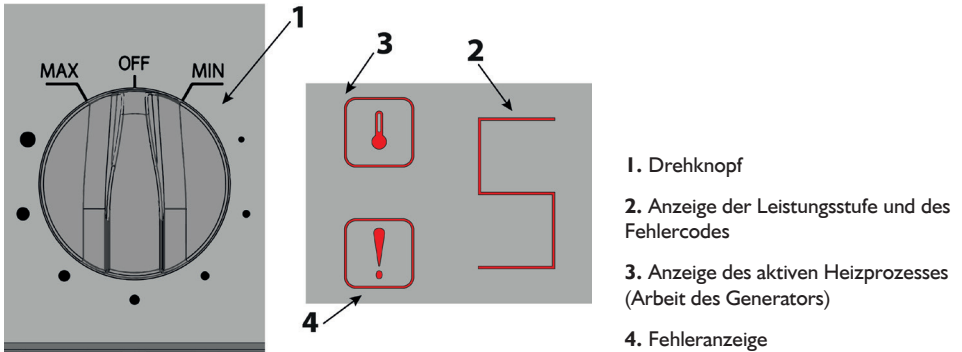

Bild 8. Steuerungselemente des Gerätes
- Vor dem Beginn der Arbeit den Drehknopf (Bild 8, Pos. 1) auf die Position „OFF“ einstellen.
- Den Drehknopf im Uhrzeigersinn drehen und die erwünschte Leistung einstellen (Position „MIN“ – Wert „1“ die Minimalleistung des Gerätes, Position „MAX“ – Wert „9“ Maximalleistung). Die Stufe der eingestellten Leistung wird kontinuierlich durch die Anzeige (Bild 8, Pos.2) der gegebenen Heizzone angegeben, die sich auf der Glas-Keramik-Platte befindet. Es wird das Anzeigelämpchen angehen, das die Erhitzung – den Betrieb des Generators signalisiert (Bild 8, Pos.3)
- Die während des Betriebes zu verbrauchende Wärme wird zur Glaskeramik-Platte geleitet. Nach dem Beenden der Arbeit und der Einstellung des Drehknopfes auf die ausgeschaltete Position „OFF“ erscheint auf der Anzeige (Bild 8, Pos.2) der Buchstabe „H“, was bedeutet, dass die Temperatur der Glaskeramik hoch ist und dass man sie nicht anfassen soll, da sonst Verbrennungsgefahr besteht. Dieses Symbol wird solange angezeigt bis die Ventilatoren die Platte bis zu einer ungefährlichen Stufe herabgekühlt haben.